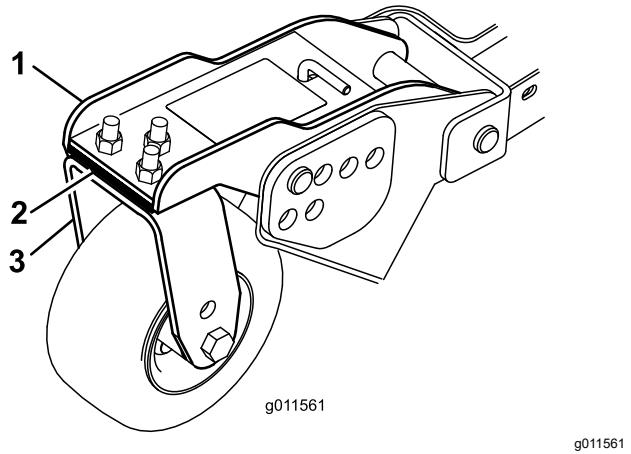

Figura 33
- Ajuste os calços de 3 mm na(s) forquilha(s) da roda giratória de forma que coincidam com altura de corte fixada no autocolante (Figura 33).
- Se extremidade interior da unidade de corte lateral estiver demasiado levantada em relação à ponta exterior da unidade de corte frontal, retire calço do fundo do braço da roda giratória dianteira interior na unidade de corte lateral (Figura 33).